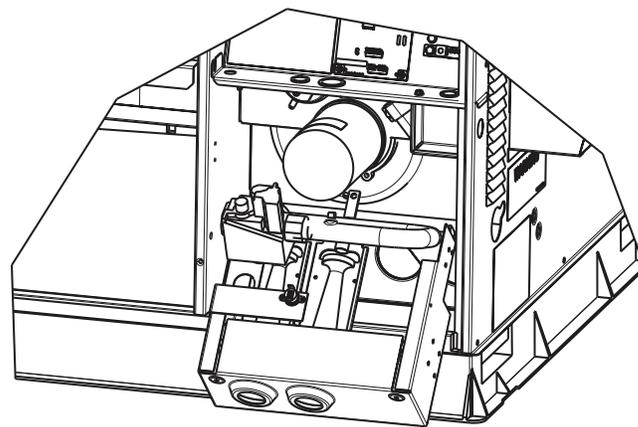

Fig. 26 – Porte-brûleur déposé
3. Faites glisser l'ensemble hors de l'appareil. (Consultez la Fig. 26.) Nettoyez la roue de ventilateur. Si un nettoyage plus poussé est requis, observez les étapes 4 et 5.